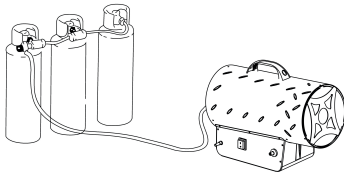

Figura.1
1.9. Si el calentador debe funcionar durante un período prolongado a su capacidad máxima, es posible que se forme hielo en el cilindro. Esto se debe a una extracción de vapor excesiva. No por esta razón, ni por ninguna otra, si el cilindro se calienta. Para evitar este efecto, o al menos reducirlo, use un cilindro grande o dos cilindros unidos entre sí (Figura 1).